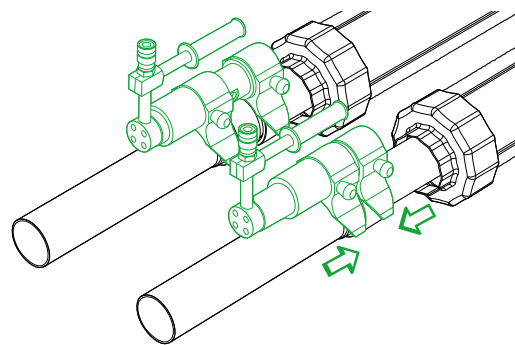

Рис. 4.5.11
12. При помощи гидравлического насоса произвести запрессовку пресс-фитинга (рис. 4.5.11). Во время запрессовки следить за тем, чтобы втулка пресс-фитинга полностью находилась внутри трубы без смещения.